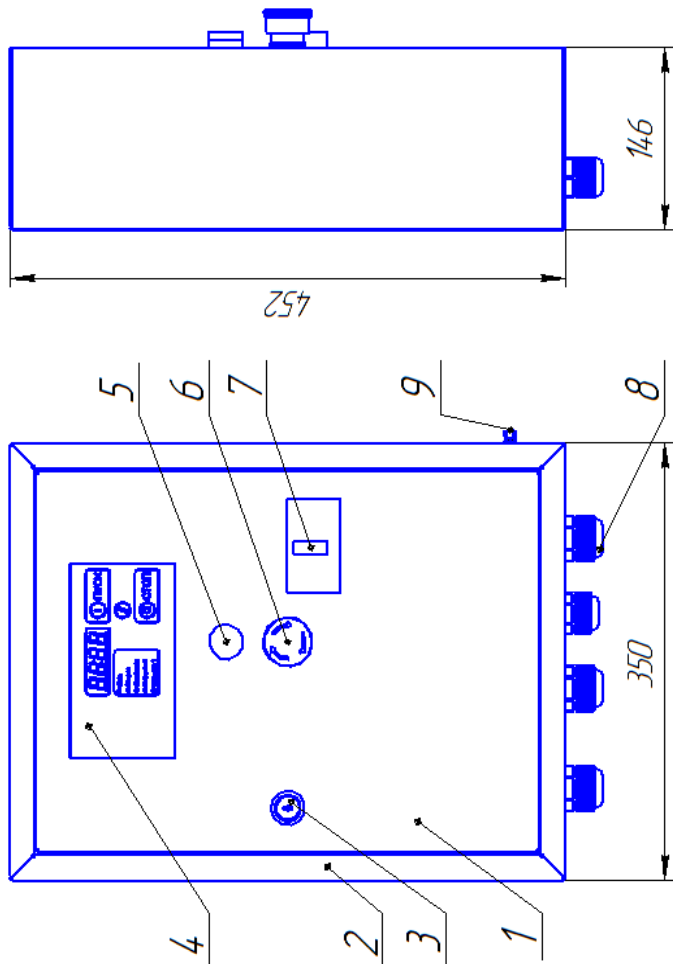

Рисунок 1 – Шкаф управления мод. БКПК-7,5x2
4.1 Шкаф управления (рисунок1) состоит из корпуса 2, дверцы 1 с установленными на ней элементами управления: контроллера 4 (с наличием дисплея и светодиодных индикаторов), лампочки подачи напряжения «СЕТЬ»5, кнопки АЕ-22 «Грибок» с фиксацией красный 6, автоматического выключателя 7.